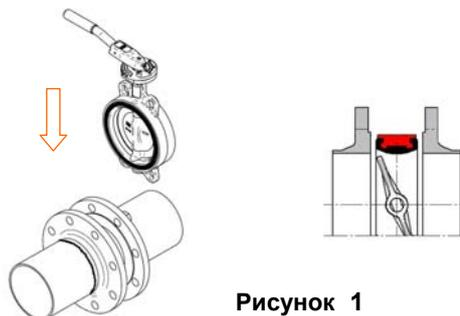

Рисунок 1
- 1 Отведите на достаточное расстояние оба фланца трубопровода для того, чтобы затвор мог скользить, не повреждая кромки эластичного кольца. Диск должен находиться в слегка раскрытом положении, не превосходя ширины затвора (рисунок 1).